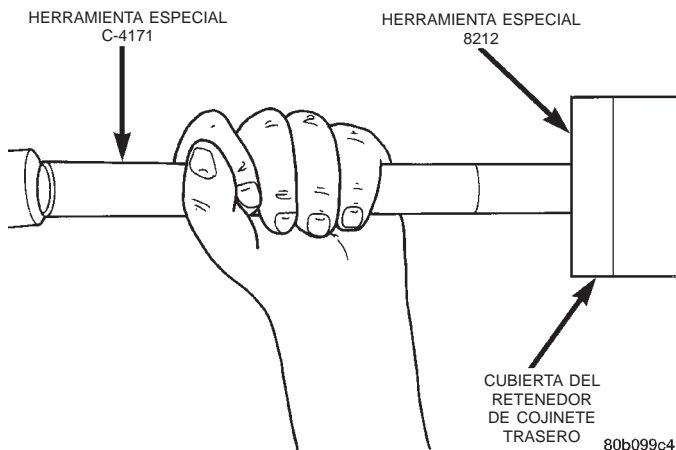

Fig. 14 Instalación de la junta de la cubierta del retenedor de cojinete trasero
(1) Limpie el hueco de la junta de la cubierta del retenedor de cojinete trasero para eliminar todos los residuos de material sellante de la junta original.
(2) Utilice el mango C-4171 y el instalador de juntas 8212 para instalar la junta nueva de la cubierta del retenedor de cojinete trasero de modo que la junta esté situada a $0 \pm 0,5$ mm ($0 \pm 0,02$ pulg.) de la cara de la cubierta del retenedor de cojinete trasero (Fig. 14).